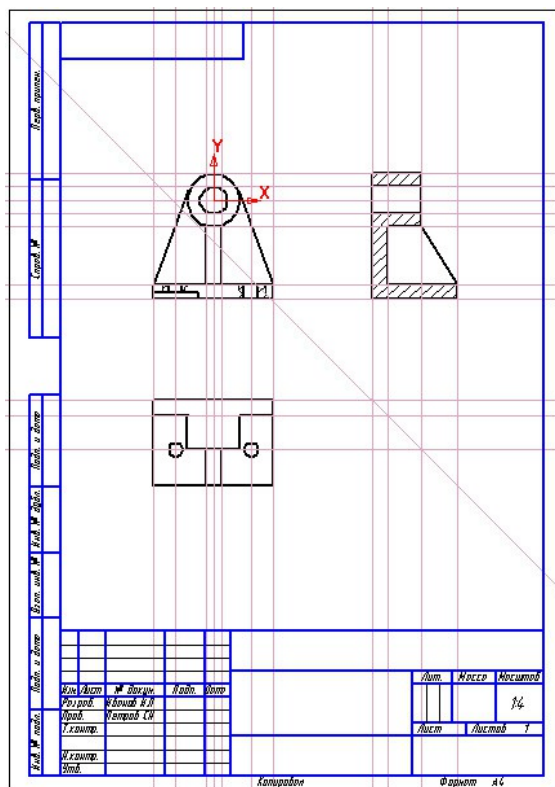
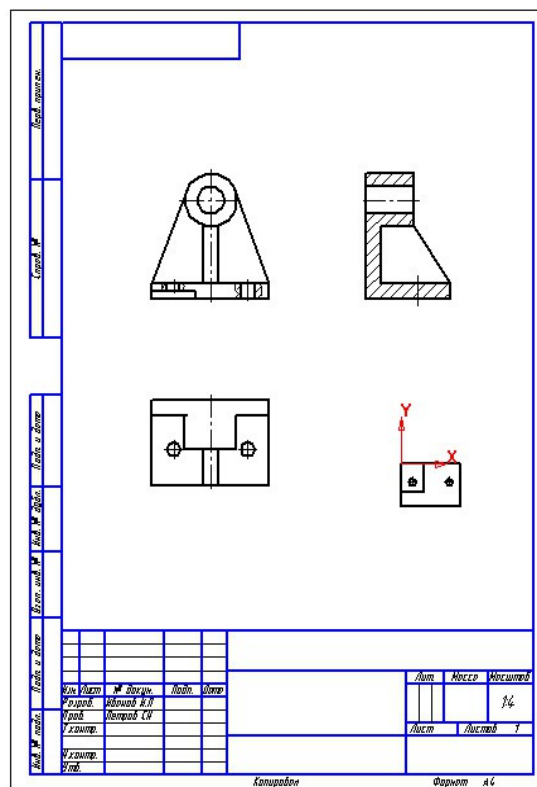

Рис.6
Рис.7
3. Выбираем «**виды**» чертежа. В данном случае достаточно двух «**видов**» – первый будет содержать три проекции – фронтальную, профильную и горизонтальную (вид сверху), которые построим в одинаковом масштабе 1:4 (Рис.6), второй «**вид**» будет состоять из одной проекции – вида зу «А», построенного в масштабе 1:10. (Рис. 7).
4. Создадим первый «**вид**» - «**вид 1**» (см раздел 5.1.2.) (Рис. 6).
5. Теперь построим по заданным размерам сначала фронтальную проекцию детали, а затем и другие её проекции - горизонтальную (вид сверху) и профильную, используя вспомогательные прямые линии для соблюдения проекционной связи (Рис.6).
7. Создадим второй «вид» - «вид 2» (см раздел 5.1.2.). (Рис.7).